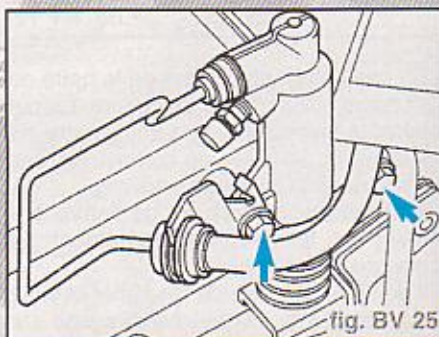

fig. BV 25
- Déposer maintenant le cylindre récepteur (flèches) et le mettre de côté en hauteur, le fixer avec un fil métallique ne pas ouvrir le système de conduites (fig. BV 25).